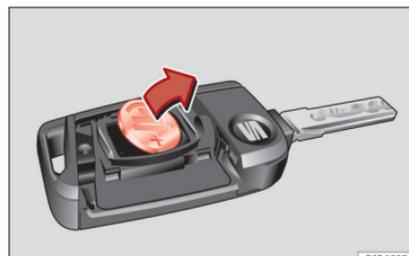

Abb. 125 Fahrzeugschlüssel: Batterie herausnehmen.
- Batterie mit einem geeigneten dünnen Gegenstand aus dem Batteriefach heraushebeln » **Abb. 125**.
- Neue Batterie wie gezeigt ansetzen » **Abb. 125** und entgegen der Pfeilrichtung in das Batteriefach drücken » ❷.